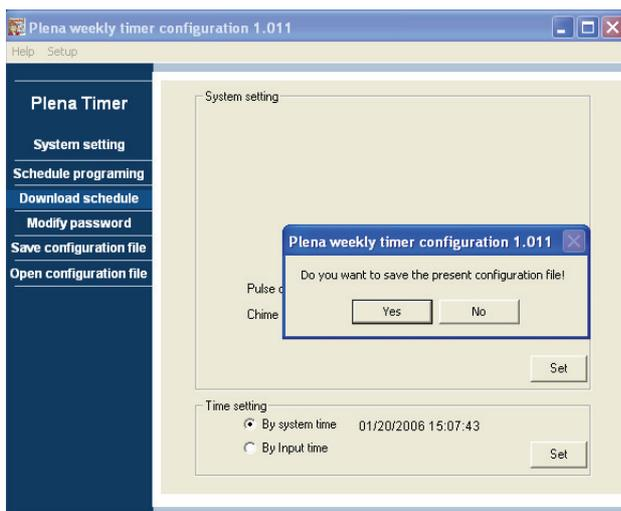

Abbildung 8.18: Dialogfeld Download schedule
- 1 Klicken Sie vom Hauptmenü aus auf die Schaltfläche Download schedule. Daraufhin erscheint das folgende Dialogfeld (siehe Abbildung 8.18).